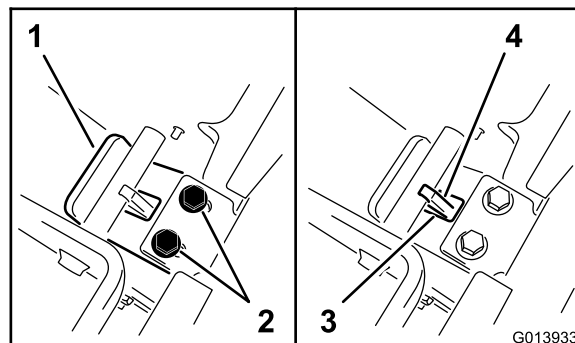

Figura 20
- În timp ce meninei apăsată placa posterioară, glisai limba către dumneavoastră, până când marginea plăcii limbii intră în contact cu bara (Figura 20).